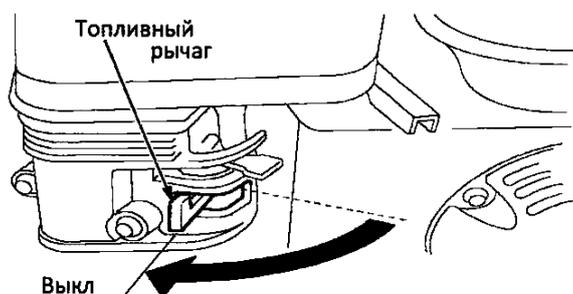

Рисунок 2.20 – Место положения топливного рычага
3. Сдвиньте топливный рычаг в положение Off (**ВЫКЛ**) (рис. 2.20).